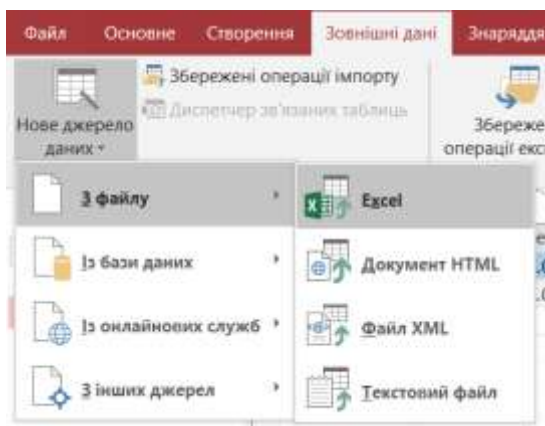

Рисунок 3.16 – Вибір джерела імпортування даних
- виберіть іконку «Нове джерело даних» з групи іконок «Імпорт і зв'язування» (рисунок 3.16);